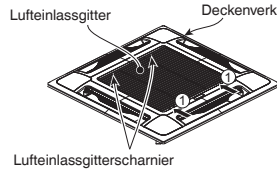

Abb. 7-15
- b) Die Sperrklinken des Luftpfeinlassgitters in Pfeilrichtung ① schieben, um das Gitter öffnen zu können. (Abb. 7-15)